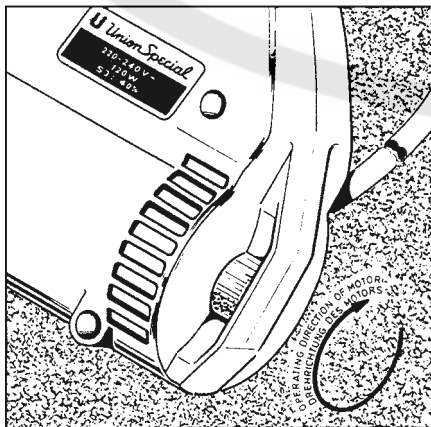
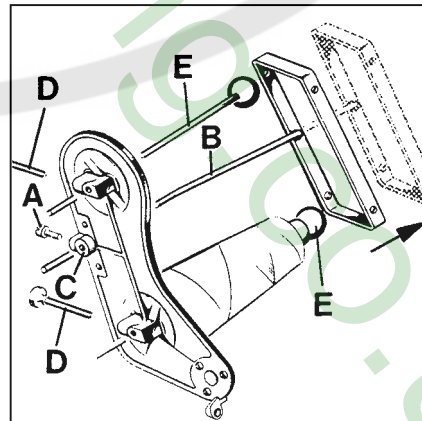

Fig.2
Fig.3
Check by turning the motor handwheel in operating direction (see Fig. 2) if the machine works. A slight resistance will be felt as the feed dog rises. Loosen screw (A, Fig. 3) and set thread rod (B) so that its lower end is flush with the underside of thread cone support (C). Retighten screw (A).
Prüfen Sie durch Drehen des Motor-Handrades in Drehrichtung (siehe Fig. 2), ob die Maschine arbeitet. Beim Hochgehen des Transporteurs wird ein leichter Widerstand spürbar.
Lösen Sie die Schraube (A, Fig. 3), und stellen Sie die Fadenstange (B) so, daß ihr unteres Ende mit der Unterseite des Garnrollenträgers (C) bündig ist. Ziehen Sie die Schraube (A) wieder an.
Loosen thumb screw(s) (D, Fig. 3) in the thread cone support, pull out the spool pin(s) (E) and remove the empty thread cone(s).
Lösen Sie die Rändelschraube(n) (D, Fig. 3) im Garnrollenträger, ziehen Sie den (die) Spulensstift(en) heraus und entfernen Sie die leere(n) Garnrolle(n).